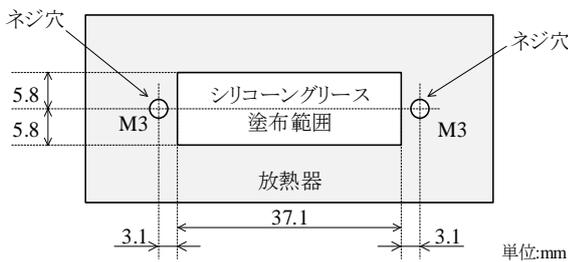

図 13-2 シリコングリースの塗布範囲 (参考)
- 放熱器に塗布する場合の推奨塗布範囲は 図 13-2 参照